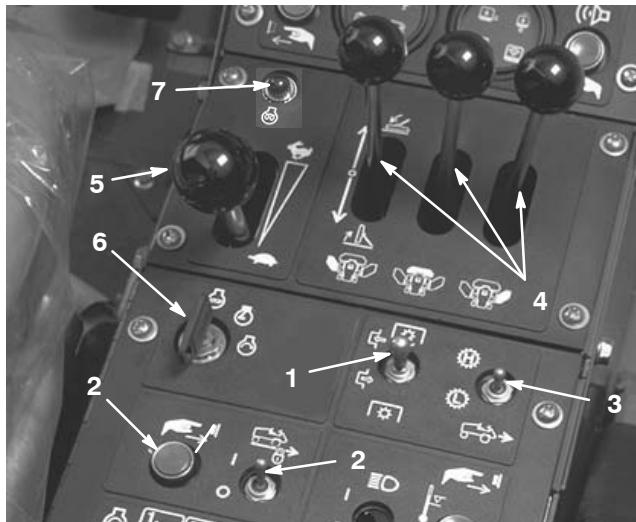

Figure 25
3. Tournez la clé de contact en position de DÉMARRAGE (Fig. 25). Relâchez la clé dès que le moteur démarre et laissez-la revenir en position de MARCHE.